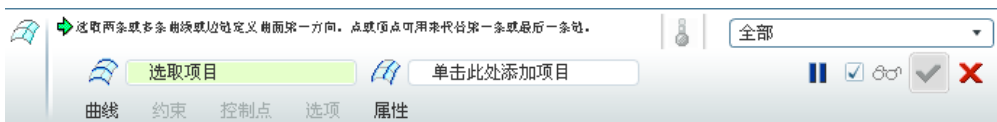

图 6.2.26 操控板
Step1. 选择下拉菜单 **插入(I)** **→** **边界混合(B)...** 命令, 此时在屏幕上方出现图 6.2.26 所示的操控板。